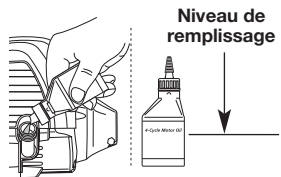

Fig. 38
4. Remplissez de nouveau le carter moteur de 60 ml (2,2 oz) d'huile SAE 30 SJ (Fig. 38).